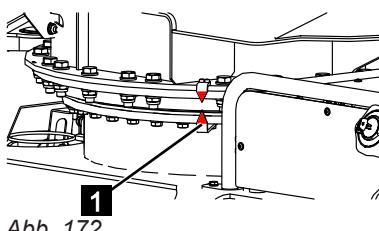

Abb. 172
6. Die Bühne in Richtung Transportstellung schwenken, bis die beiden Pfeile (Abb.172/1) des Drehanzeigers fluchten.